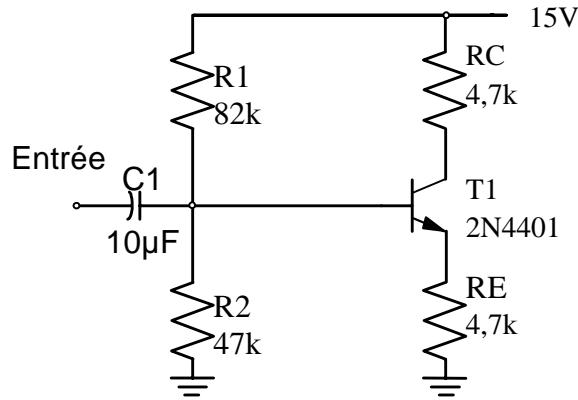

Figure 6-11
a) Réalisez le montage de l'amplificateur de la Figure 6-11 et prenez les mesures nécessaire afin de compléter le Tableau 6-9 e
Utilisez le générateur de signaux comme source d'une tension sinusoïdale à l'entrée de l'amplificateur de la Figure 6-11. Ajustez l'amplitude du signal à 0,5V crêt à crêt et la fréquence à 1 kHz environ.